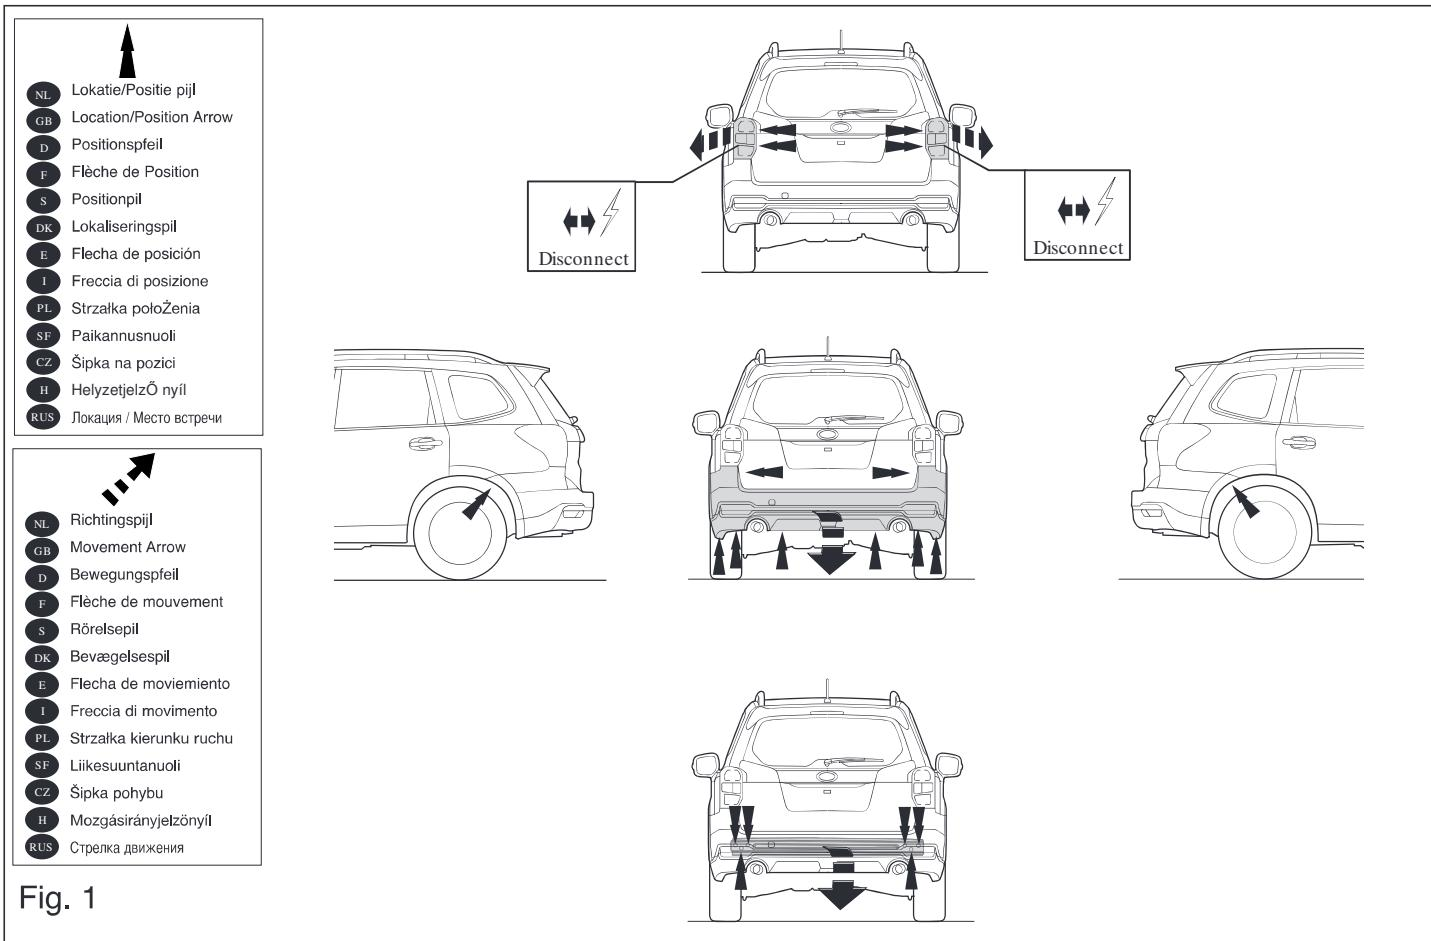

Fig. 1
1. Remove the rear-light units. Remove the bumper and the steel buffer beam from the vehicle. The buffer beam will no longer be needed. See figure 1.
1. Die Rücklichter abmontieren. Die Stoßstange einschließlich des stählernen Stoßbalkens vom Fahrzeug abmontieren. Der Stoßbalken wird nicht mehr benötigt. Siehe Abbildung 1.